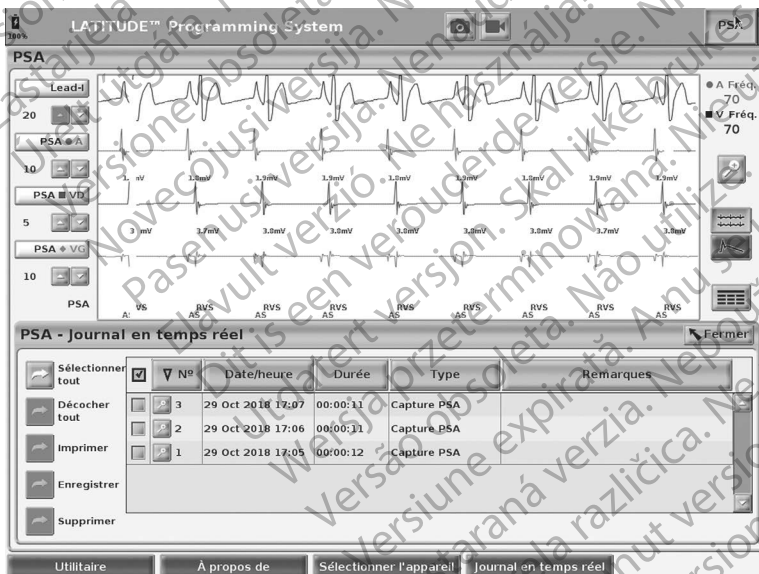

Figure 24. Exemple d'événements de journal en temps réel du PSA
1. Vérifier les Journaux en temps réel. Enregistrer et/ou imprimer, au choix. (se reporter à la Figure 24 en page 37).